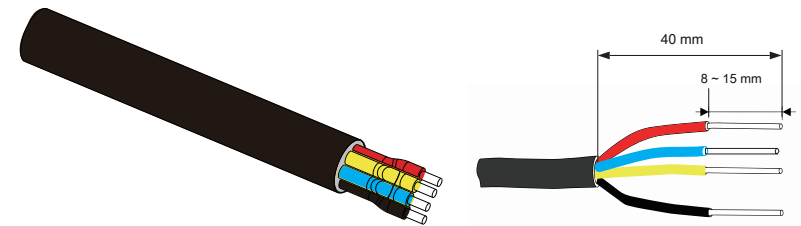

Imagen 5.8 Pele el cable de CA
Paso 1 Retire el anillo de sellado del cable y el manguito en secuencia del conector de CA. Paso 2 Use pelacables para pelar la cubierta protectora y la capa de aislamiento del cable de CA a la longitud correcta, como se muestra en la Imagen 5.8.